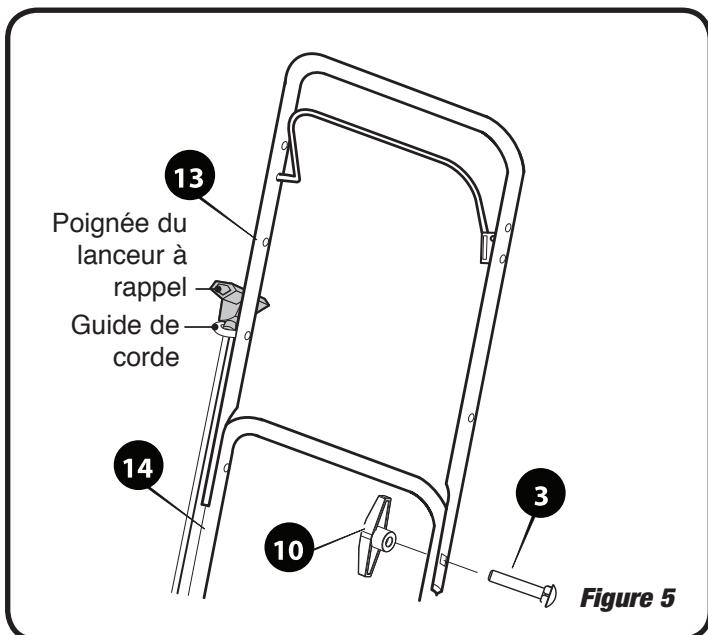

Figure 5
1. Placez le guidon supérieur (article 13) en position au-dessus du guidon inférieur (article 14). Voir Figure 5.
3. Tirez sur le lanceur à rappel et enfilez la corde à travers le guide de la corde, comme illustré à la Figure 5.
3. Insérez le côté opposé (gauche) du levier de contrôle de la lame dans le trou du guidon supérieur. Voir Figure 5.